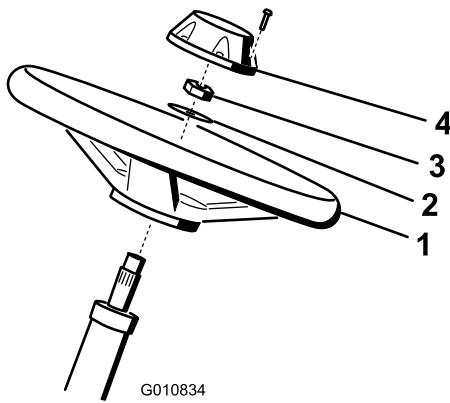

Bild 4
1. Schieben Sie das Lenkrad auf die Lenkwellen (Bild 4).
2. Schieben Sie die Scheibe auf die Lenkwellen (Bild 4).
3. Befestigen Sie das Lenkrad mit einer Klemmmutter und ziehen es auf 27-35 N·m an (Bild 4).
4. Montieren Sie den Deckel mit der Schraube am Lenkrad (Bild 4).